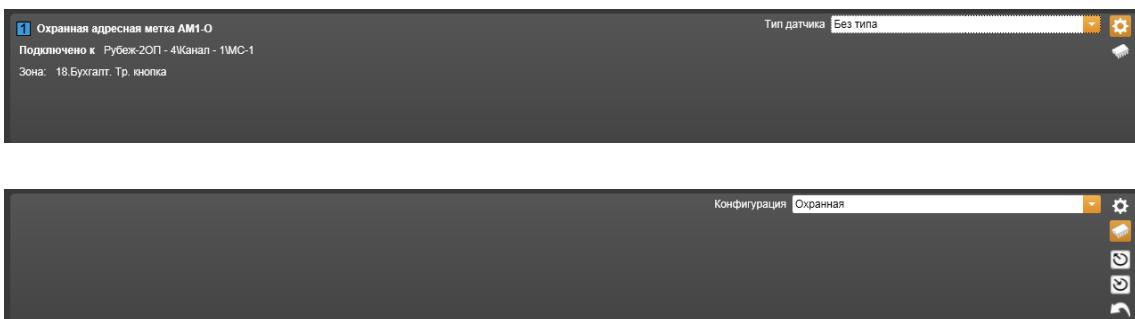

Рисунок 14.3.56 – Свойства Охранной адресной метки АМ1-О
- 17) Охранная адресная метка АМ1-О (Рисунок 14.3.56).
- – **Параметры по умолчанию** – значок, при щелчке на котором происходит считывание параметров из памяти компьютера в таблицу параметров текущей закладки (Нижний рисунок 14.3.56).